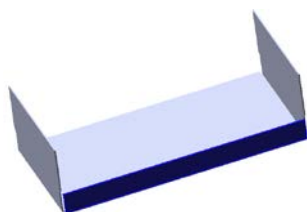

图 11.3.20 边线—法兰 1
Step6. 创建图 11.3.20 所示的钣金特征——边线—法兰 1。
(1) 选择命令。选择下拉菜单 **插入(I)** → **钣金(B)** → **边线法兰(E)...** 命令 (或单击“钣金”工具栏中的  按钮)。